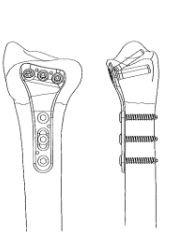

図25
- 25) 全てのスクリュー/ピンを挿入した後、インプラントの状態を正面像及び側面像で確認し、切開した筋膜、皮下、皮膚を縫合して手術を終了します。(図25)